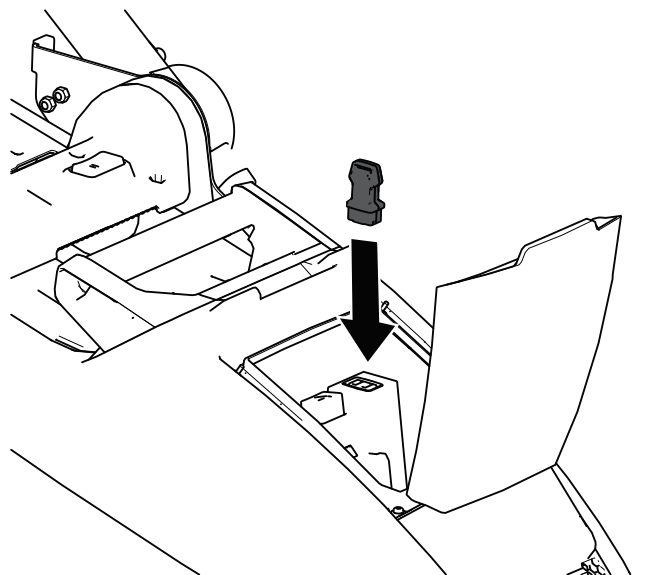

Figura 10
2. Instalați cheia de siguranță la maină (Figura 10).
1. Eliberai bara de comandă pentru lamă (Figura 10).
2. Îndepărtați cheia de siguranță din maină (Figura 10).